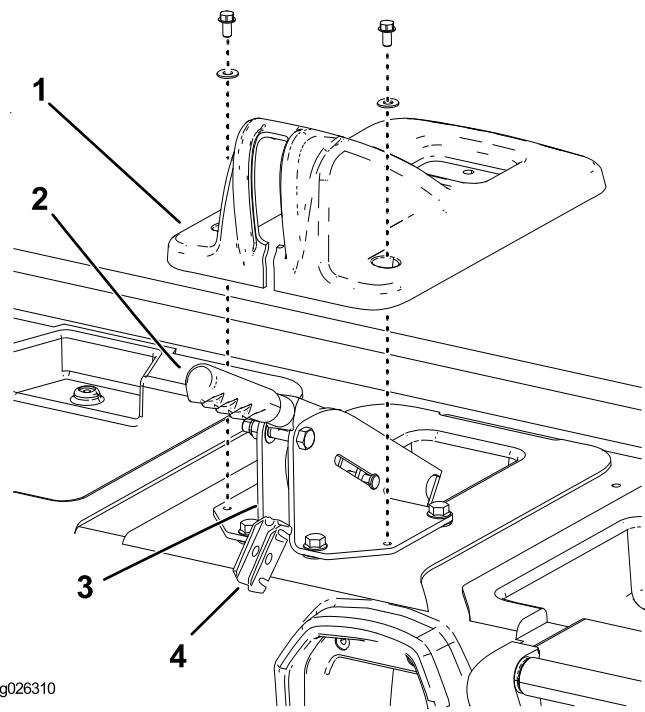

Рисунок 4
3. Поднимите крышку над рычагом стояночного тормоза и снимите ее с основания сиденья (Рисунок 4).
4. Извлеките штифт с головкой и отверстием под шплинт, которым кронштейн балансира троса тормоза крепится к задней части опорного кронштейна рычага тормоза (Рисунок 4).
5. Снимите кронштейн балансира с опорного кронштейна и отцепите от него тормозные тросы (Рисунок 4).
6. Удалите зажимы, которыми тормозные тросы крепятся к задней части опорного кронштейна рычага тормоза (Рисунок 4).
2. Открутите 2 болта с шайбами, которыми крышка стояночного тормоза крепится к основанию сиденья (Рисунок 4).